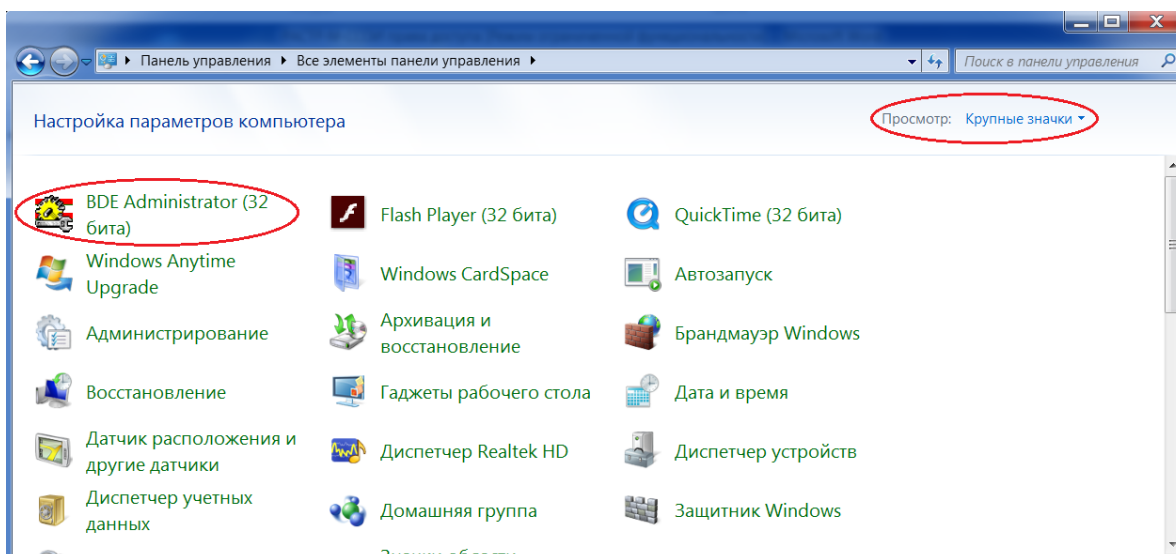

Рисунок A13.
6.1 Открыть «BDE Administrator» из панели управления Windows (см. рисунок A13).